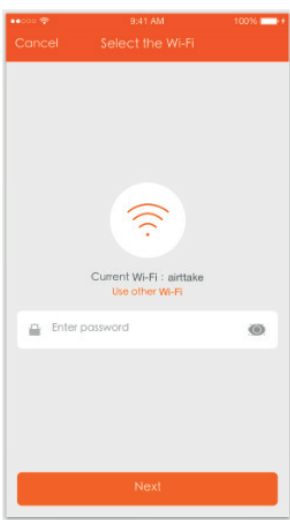

Bild 2
6. Wählen Sie das Wi-Fi aus, geben Sie das Passwort ein und tippen Sie auf "Weiter", wie in Abbildung 2 unten gezeigt.